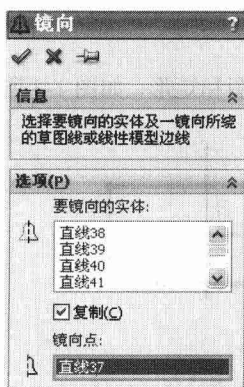

图 1-7 “镜向”属性管理器
- 在打开的草图中，单击“草图”工具栏上的“镜向实体”按钮，系统弹出“镜向”属性管理器，如图 1-7 所示。